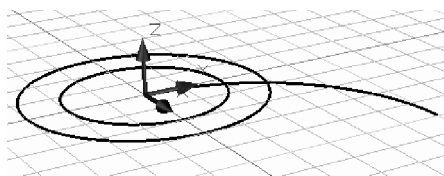

Fig. 9.34 Elementele plane pentru generare
- Se desenează două cercuri și un arc de cerc – vezi Fig. 9.34.